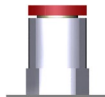

Abbildung 4.11.: Endstück des Blitzanschlusses für Spülgas (rot markiert)
3. Drücken Sie das Endstück (in Abbildung 4.11 auf Seite 25 rot markiert) in den Blitzanschluss hinein, halten sie es gedrückt und ziehen Sie den Schlauch heraus.